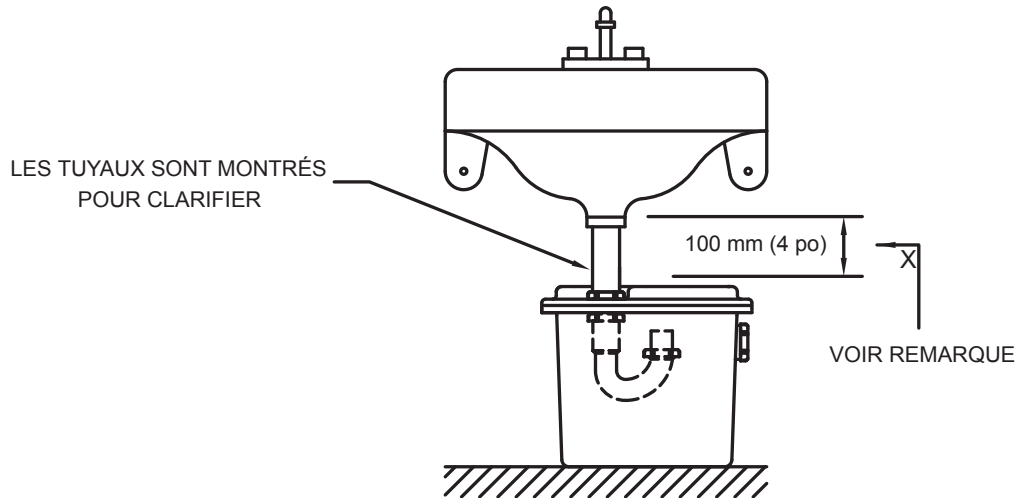

Figure 1.1A
1.1) Les figures 1.1A et 1.1B représentent des installations typiques des systèmes de vidange. La configuration réelle varie en fonction de la configuration du placard et de l'évier.